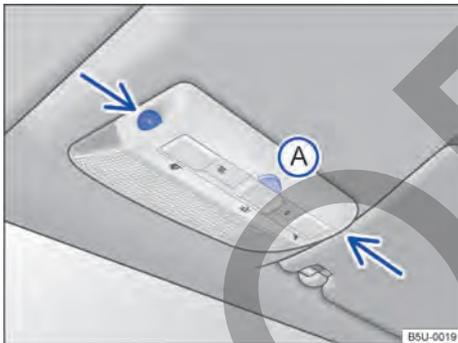

Fig. 49 En la consola del techo: sensores de vigilancia del habitáculo y tecla **(A)** para desconectar la vigilancia del habitáculo.
La vigilancia del habitáculo dispara la alarma con el vehículo bloqueado, si reconoce movimientos en el interior del vehículo. El sensor y el receptor están ubicados en el conjunto de la luz de lectura → **fig. 49** (flechas).
- Presionar la tecla → **fig. 49 (A)**. En el tablero de instrumentos se enciende la luz de control → **fig. 44**.